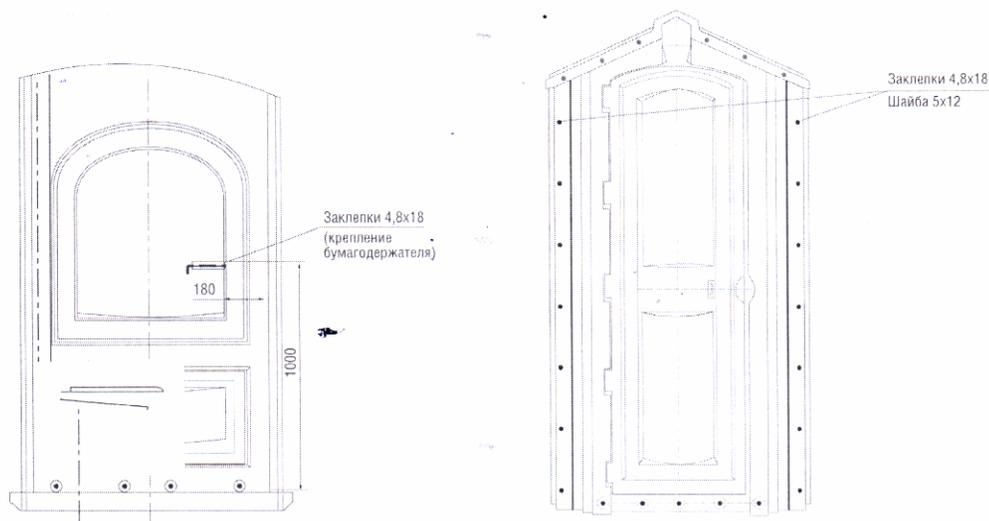

Рис. 2
2. Каркас (боковые стенки, скрепленные с задней) установить вертикально и соединить с передней панелью. Для этого проложить между передней панелью и боковыми стенками Т-образный профиль и закрепить детали заклепками с шайбами по 8 шт. с каждой стороны, аналогично операции 1. Заклепки вставлять со стороны передней панели. Лишний профиль срезать. Установить бумагодержатель на две заклепки 4,8 x 18 с шайбами (Рис. 2).